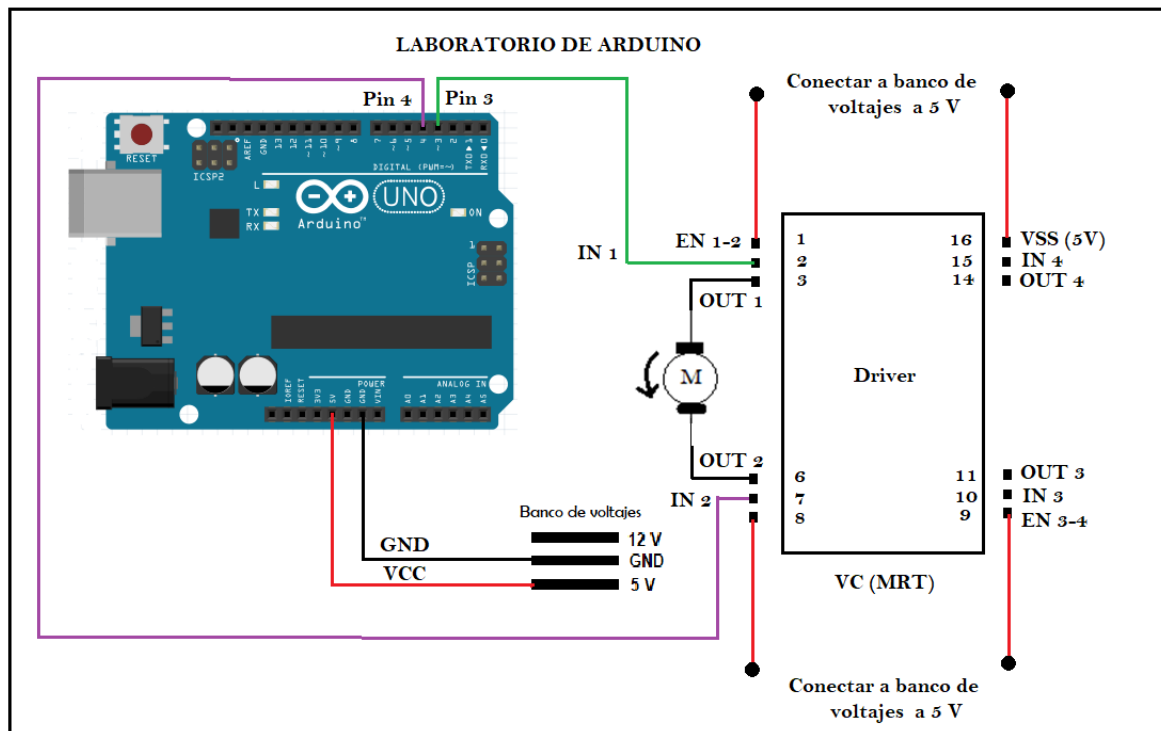

Figura 6. Configuración DEL DRIVER L293D y motor de CD
2.2 Conecte el voltaje de Arduino Vcc=5V igual que su conexión de tierra GND a GND, figura 6.
2.3.6 Como se puede apreciar en la figura 6, existe la posibilidad de conectar otro motor utilizando las entradas y salidas en los pines 10,11 ,14 15 del driver de potencia.